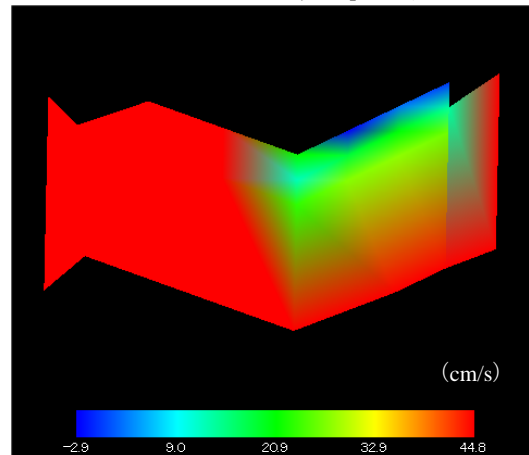

図3 泥ぜん抜きの流速分布図
1) 用水路の施設管理の工夫 「泥ぜん抜き」と呼ばれている沈砂池が幹線水路の上井手と下井手に複数箇所設けられている（写真1）。通潤用水路は、山腹水路であるため斜面からの土砂の流入が多いため、このような沈砂地の重要性が高い。「泥ぜん抜き」は、水路の湾曲部に配置されていることが多く、その区間は水路幅が拡幅されている。そのため、「泥ぜん抜き」の区間では流速が遅く（図3）、幹線水路内を流下する土砂が堆積し、貯留される。管理者は、「泥ぜん抜き」を選択的に管理すればよいため、水路全区間の土砂の除去作業より、管理労力が軽減される。「泥ぜん抜き」のため、通潤用水水路システムの暗渠区間は建設以来、土砂の除去作業を行っていないが、通水は確保されている。